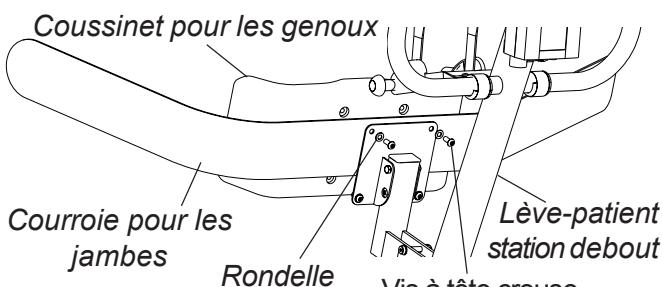

FIGURE 5 - REMPLACER LA COURROIE OPTIONNELLE POUR LES JAMBES
## REPLACER LA COURROIE OPTIONNELLE POUR LES JAMBES (FIGURE 5)
1. Enlever les deux (2) vis à tête creuse et rondelles du HAUT qui fixent le coussinet pour les genoux et la courroie pour les jambes au lève-patient station debout.
2. Desserrer les deux (2) vis à tête creuse et rondelles du BAS qui fixent le coussinet pour les genoux et la courroie pour les jambes au lève-patient station debout.
4. Placer la nouvelle courroie pour les jambes entre les quatre (4) orifices de montage tel qu'ilustré à la FIGURE 5.